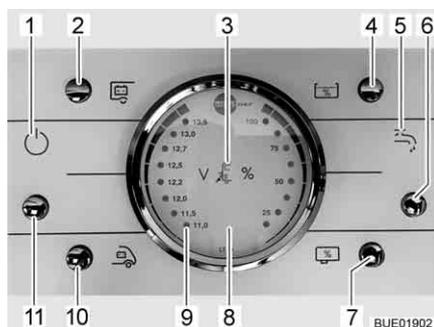

Bild 167 Panel LT 96
Der Taster (Bild 167,11) schaltet das Panel und die 12-V-Versorgung des Wohnraums ein und aus.
- Taster (Bild 167,11) drücken: Die 12-V-Versorgung des Wohnraums ist eingeschaltet. Die Kontroll-Leuchte (Bild 167,1) leuchtet.
- Taster (Bild 167,11) drücken: Die 12-V-Versorgung des Wohnraums ist ausgeschaltet. Die Kontroll-Leuchte (Bild 167,1) erlischt.
Beim Anzeigeeinstrument V/Tank (Bild 167,8) die linke Skala beachten. Das Anzeigeeinstrument wird automatisch beleuchtet, sobald ein Taster gedrückt wird.
- Taster (Bild 167,10) drücken: Die Batteriespannung der Starterbatterie wird angezeigt.
- Taster (Bild 167,2) drücken: Die Batteriespannung der Wohnraumbatterie wird angezeigt.
Beim Anzeigeeinstrument V/Tank (Bild 167,8) die rechte Skala beachten. Das Anzeigeeinstrument wird automatisch beleuchtet, sobald ein Taster gedrückt wird.
- Taster (Bild 167,4) drücken: Die Wassermenge wird angezeigt.
- Taster (Bild 167,7) drücken: Die Abwassermenge wird angezeigt.
- Taster (Bild 167,6) drücken: Die Wasserversorgung ist eingeschaltet. Die Kontroll-Leuchte Wasserpumpe (Bild 167,5) leuchtet.
- Taster (Bild 167,6) drücken: Die Wasserversorgung ist ausgeschaltet. Die Kontroll-Leuchte Wasserpumpe (Bild 167,5) erlischt.
Die rote Warnleuchte "ALARM" (Bild 167,9) blinkt, sobald die Spannung der Wohnraumbatterie 11 V (Messung im laufenden Betrieb) unterschreitet und damit Tiefentladung droht.
Die 12-V-Kontroll-Leuchte (Bild 167,1) leuchtet, wenn der 12-V-Haupttaster (Bild 167,11) eingeschaltet ist.
Die 230-V-Kontroll-Leuchte (Bild 167,3) leuchtet, wenn am Eingang des Elektroblocs Netzspannung vorhanden ist.